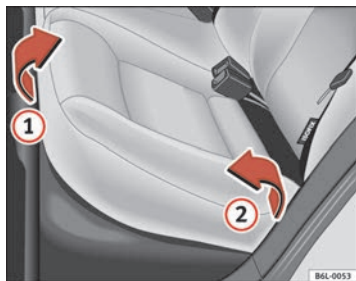
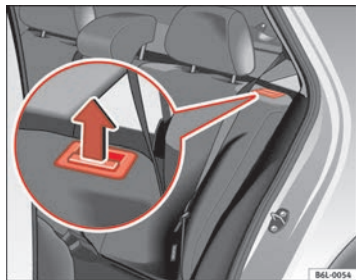

Abb. 69 Die Sitzfläche des Rücksitzes anheben
Abb. 70 Entriegelungstaste der Rücksitzlehne
- Ziehen Sie das Sitzpolster an der Vorderseite ⇒ Abb. 69 ① in Pfeilrichtung nach oben.
- Heben Sie das Sitzpolster ② in Pfeilrichtung nach vorne an.
- Ziehen Sie die Entriegelungstaste ⇒ Abb. 70 in Pfeilrichtung und klappen Sie die Sitzlehne nach vorne.